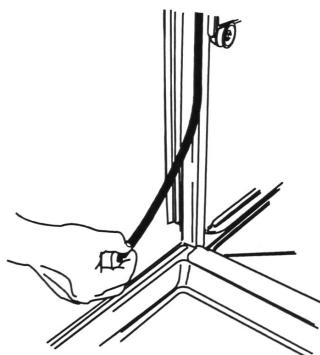

FIGURE 1
1. Enlever le joint de cuve existant; essuyer/sécher parfaitement le profilé d'insertion du joint. Voir figure 1.